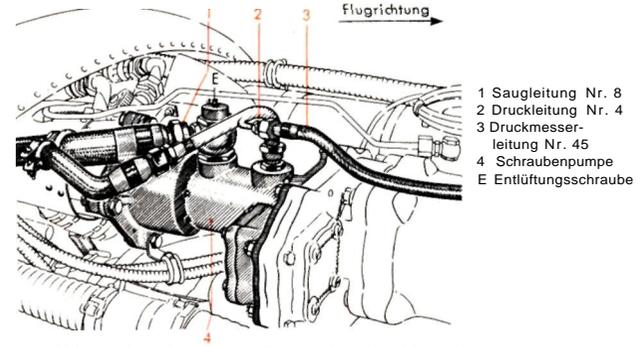

Abb. 2 Anordnung der Pumpe der Drucköl-Anlage am Motor
Von den beiden Leistritz-Schraubenpumpen (4) (Abb. 2) bzw. (6) (Abb. 21), die je an einem Generatorabtrieb der Flugmotoren ange-flanscht sind, wird das Öl aus dem Sammelbehälter (1) über ein Spalt-filter (1/10 mm Spaltbreite) (3) angesaugt. Die größte Fördermenge je Pumpe beträgt 14 bis 15 l/min bei etwa 4800 U/min (Motordrehzahl $n = 2200$ U/min). Der von den Pumpen kommende Ölstrom vereinigt sich wieder und fließt durch die in Reihe geschalteten Steuerschieber bzw. Drehsteuerschalter in der Reihenfolge Fahrwerk (12), Steuerung (128). Spornentriegelung (9), Sturzflugbremse (Dreiknopfschalter (18) (Abb. 43)] und von dort zum Sammelbehälter (1) zurück.